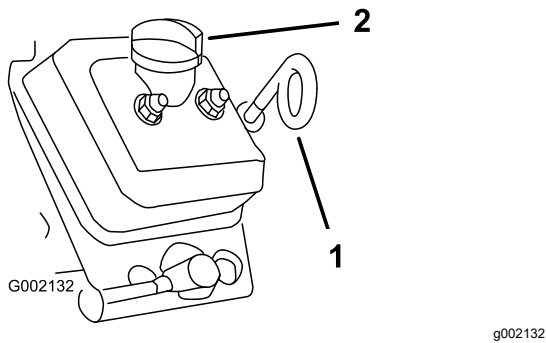

Figura 20
3. Utilize um pano para limpar em redor da vareta de óleo e tampão de enchimento (Figura 20) de forma a que a sujidade não caia no tubo da vareta ou no tubo de enchimento e danifique o motor.
4. Retire a vareta do óleo e limpe a extremidade (Figura 20).
5. Volte a colocar a vareta completamente no tubo da vareta (Figura 20).
8. Volte a colocar o tampão de enchimento (Figura 20).
9. Insira a vareta do óleo e coloque-a com firmeza (Figura 20).